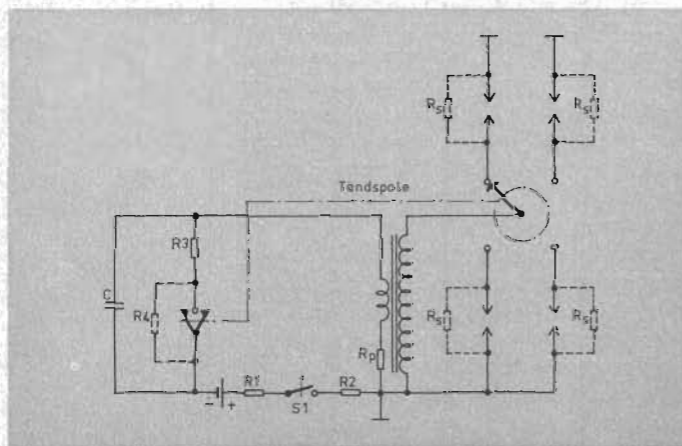
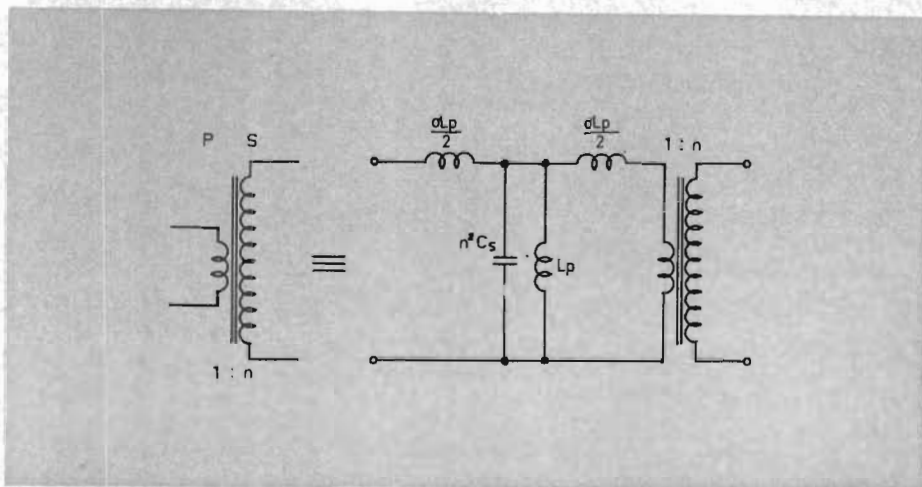
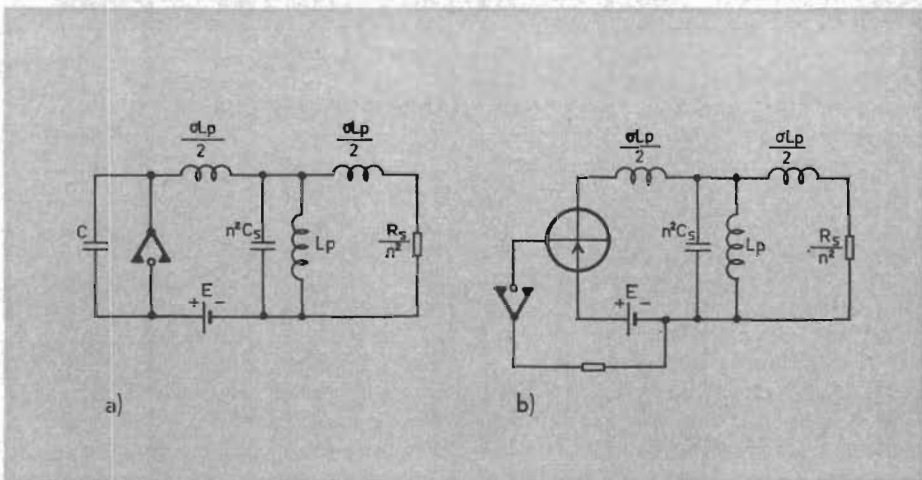

Fig 4
Fig 5
Fig 6
I fig. 4 visas de resistanser som man har att räkna med i ett tändsystem. Resistansen i R1 utgör kontaktr resistansen i tändlåsets strömbrytare S1, därefter kommer motståndet R2 som svarar mot resistansen i ledningen från tändlåset till tändspolen. Det kan tyckas att denna resistans skulle vara utan betydelse och det är den också i de flesta fall, men särskilt vid »svansmotordrivna» bilar, som har lång ledning mellan tändlås och tändspole, kan denna ledningsresistans orsaka ett icke försumbart spänningsfall. I detta sammanhang får heller inte glömmas att denna ledning kan passera kopplingsplintar och en ev. säkringshållare, som kan ha övergångsresistans på flera tiondelar av en ohm. Vidare
Strömkretsen i fig. 4 kan ritas om så som visas i fig. 6, därvid har primärkretsens resistanser försumrats och vidare har »tändtransformatorn» ersatts med ett ekvivalent schema (se fig. 5) där hänsyn tagits till läckningen (men ej till resistiva förluster) i tändspolen.
När tändlåsets strömbrytare, S1 i fig. 4, slås till kommer en ström att flyta genom primärlindningen på tändspolen Tr, förutsatt att brytarspetsarna S2 i fördelardosan är slutna. Denna ström kommer att förorsaka en magnetisering av järnkärnan i tändspolen Tr.
När brytarspetsarna S2, se fig. 4, efter att ha varit slutna, öppnas, försvinner det magnetiska fältet i järnkärnan på tändspolen, detta innebär en så snabb flödesändring att en kraftig pulsspänning induceras i primär- och sekundärlindningarna på Tr. Pulsspänningens storlek förhåller sig ungefär som varvtalet i de två lindningarna, och om sekundärlindningen t.ex. har 100 ggr flera varv blir pulsspänningen 100 ggr större i sekundärlindningen än i primärlindningen.
a) Ekvivalent schema för tändsystemet i fig. 4, resistanser i primärkretsen har försumrats och ekvivalentschema för tändspole enligt fig. 5 har införts. b) Motsvarande ekvivalentschema vid transistorändring.
Strömmen genom tändspolens primärlindning ökar logaritmiskt och når ca 71 % av shuntvärdet på tiden  $t = L/R$ , där  $R = R_1 + R_2 + R_3 + R_p$  i schemat i fig. 4.
av tändspolens läckinduktans  $\sigma L_p/2$  (se fig. 6) som under urladdningsförloppet, då gasblandningen antänts, mer eller mindre shuntar primärlindningens induktans.